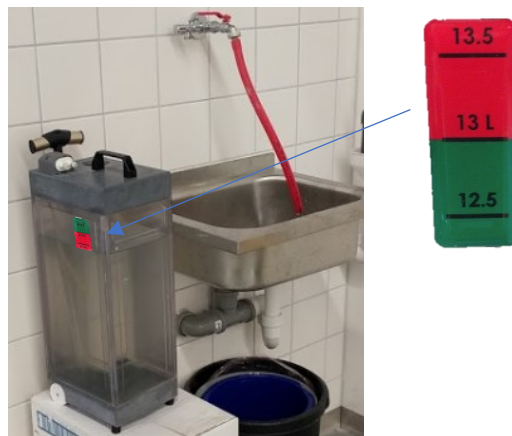

Figure 12-5
Étape 8. Remplir le réservoir avec de l'eau fraîche obtenue par osmose inverse (ou de l'eau purifiée conforme aux normes ISO3696 (1987) Qualité 2, ASTM (D1193-91) Type II ou NCCLS (1988) Type II ou équivalent) à température ambiante (15 à 25 °C). Utiliser le repère de remplissage sur le réservoir. **Voir Figure 12-5.**